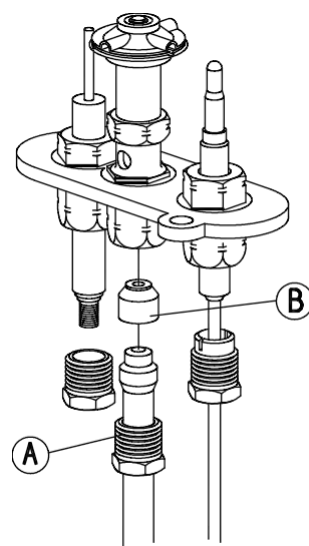

Fig. 7
5.4.- TRANSFORMACIÓN Y REGULACIÓN DE LOS QUEMADORES DE ENCENDIDO (Fig. 7).
- a) Soltar el tornillo (A) que se encuentra en la parte inferior del quemador de encendido.
- b) Bajo el tornillo (A) está el inyector de regulación (B). Con $\varnothing$ 0.30 para G-30 y G-31 y con $\varnothing$ 0.51 para G-20.